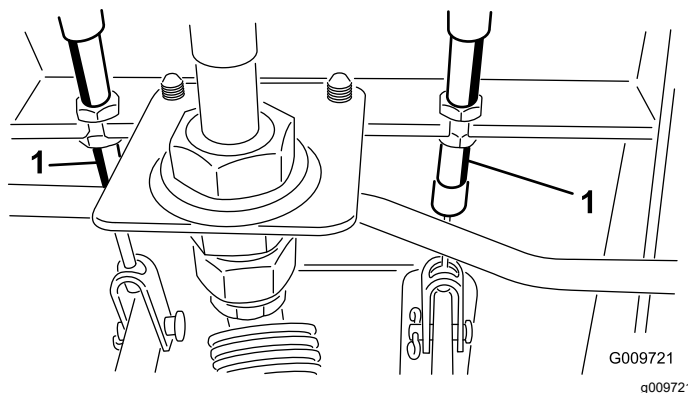

Figura 76
- A. Allentate il dado anteriore sull'estremità filettata del cavo del freno (Figura 76).